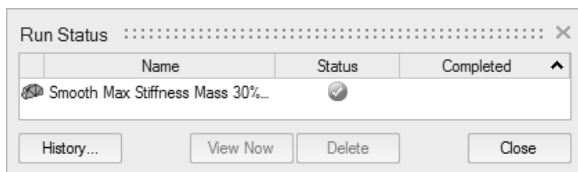

图 10-22
- 4) 此时弹出运行状态窗口, 自适应操作完成后, 将会出现一个绿色勾选标记, 如图 10-22 所示。